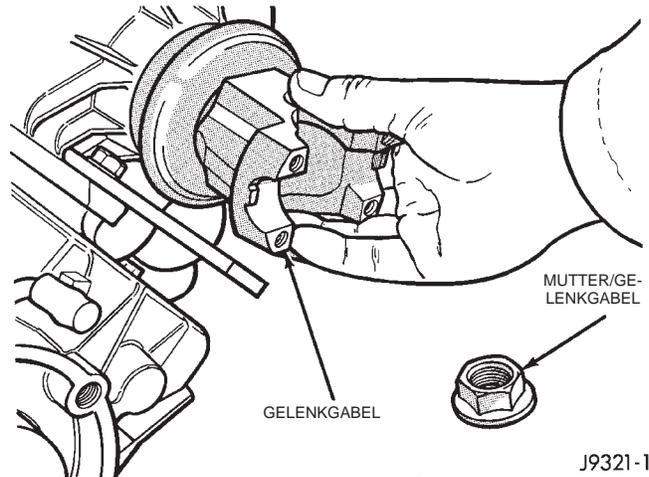
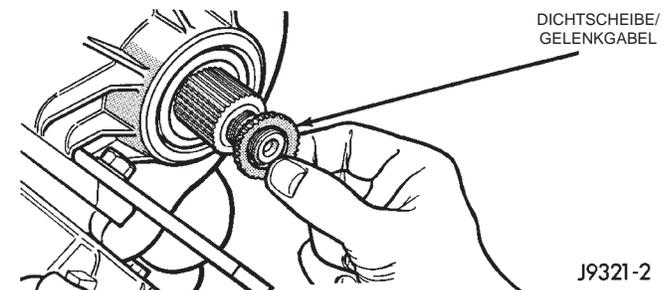

Abb. 75 Gelenkgabel auf der Abtriebswelle befestigen
Abb. 76 Dichtscheibe der Gelenkgabel einbauen
(3) Eine neue Dichtscheibe auf der Abtriebswelle zur Vorderachse montieren (Abb. 76).
(4) Die Nabe der Gelenkgabel mit Getriebeöl schmieren und die Gelenkgabel auf der Abtriebswelle zur Vorderachse montieren.
(5) Eine neue Dichtscheibe auf der Abtriebswelle zur Vorderachse montieren.
(6) Die Gelenkgabel mit einer neuen Mutter auf der Abtriebswelle zur Vorderachse montieren (Abb. 75).
(7) Die Mutter der Gelenkgabel mit einem Anzugsmoment von 122-176 N·m (90-130 ft. lbs.) festziehen. Die Gelenkgabel mit Spezialwerkzeug C-3281 oder einem ähnlichen Werkzeug festhalten, während die Mutter festgezogen wird.